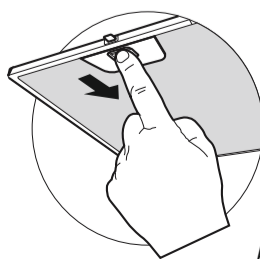

рис. 4
- Снимите алюминиевый фильтр, для этого нажмите на пружинный замок на фильтре и потяните его вниз и на себя (рис. 4).
8.3 Для очистки алюминиевого фильтра извлеките его из вытяжки (рис. 4) и произведите его очистку с помощью щетки горячим водным раствором моющего средства вручную или в посудомоечной машине при (60°C). Старайтесь не гнуть фильтры при мойке. Возможное изменение цвета фильтра, с течением времени, не приводит к снижению эффективности его действия. Сильно загрязненный фильтр не следует мыть в посудомоечной машине.